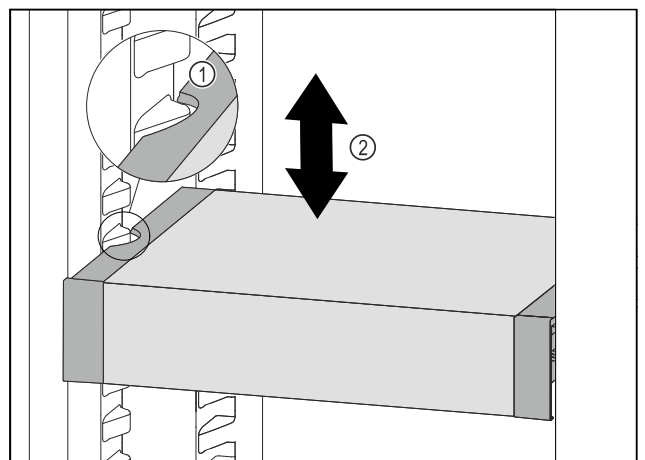

Fig. 67
- VarioSafe naar voren trekken tot de uitsparingen aan de zijkant van de VarioSafe zich ter hoogte van de rib in het koelgedeelte bevinden. Fig. 67 (1)
- VarioSafe in het koelgedeelte omhoog of omlaag bewegen tot de gewenste hoogte is bereikt. Fig. 67 (2)